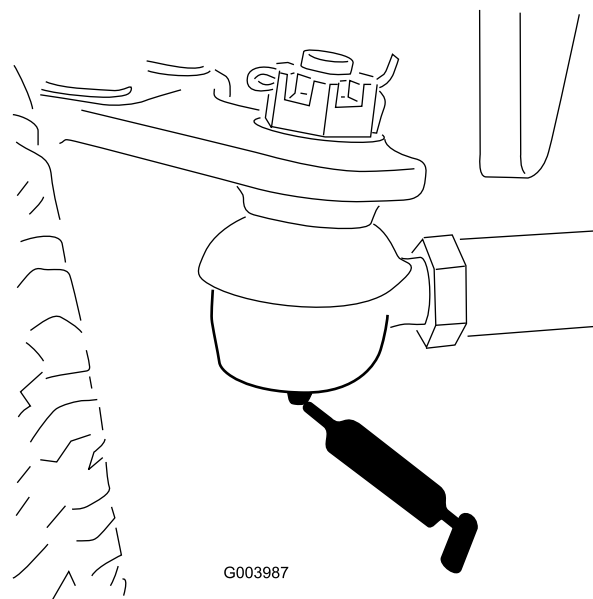

Figura 31
- Tirante del eje trasero (2) (Figura 31)